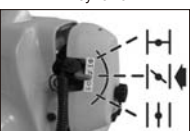

Рисунок 9G
7. Переведите рычаг воздушной заслонки в НАПОЛОВИНУ ОТКРЫТОЕ положение (I~I), как только двигатель начнет издавать характерные звуки готовности к запуску. (рис. 9G)